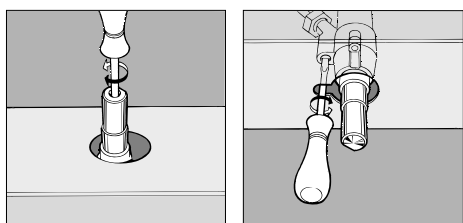

Fig. 7
2. Togliere la manopola (Fig.7) ed agire sulla vite di regolazione posta all'interno o di fianco all'astina del rubinetto fino ad ottenere una piccola fiamma regolare.